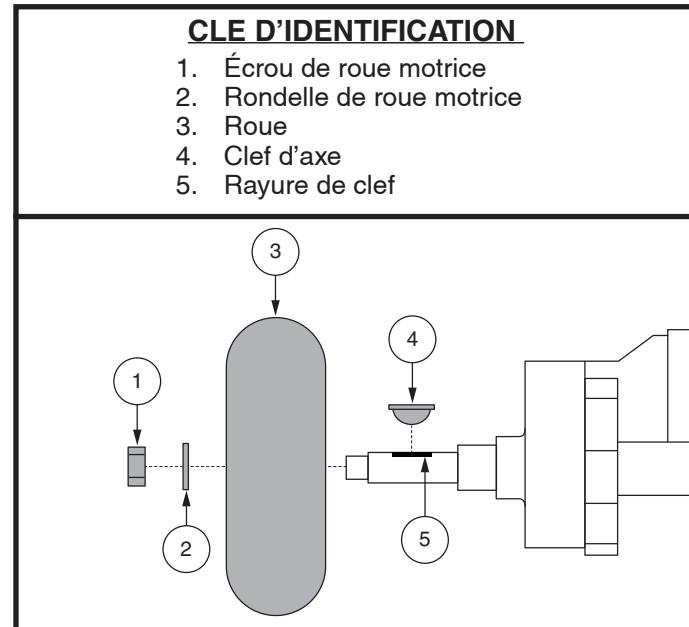

Figure 22. Enlèvement de la roue motrice à âme pleine
3. Enlever le l'écrou et la rondelle de roue motrice sur l'essieu. Voir la figure 22.